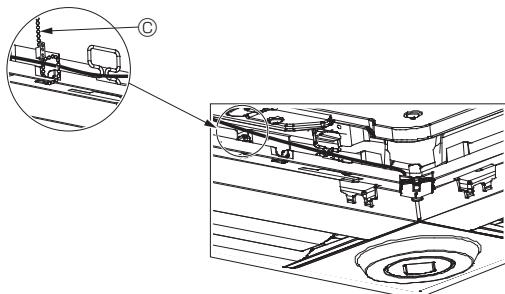

Fig. 10-12
- i-see-Sensor- und Signalempfänger-Kabel mit dem Kabelbinder so an der Platte sichern (siehe Abbildung), dass kein Kabel durchhängt und dann das überstehende Kabelbinderende abschneiden. (Fig. 10-12)
- Wenn die Position des i-see-Sensors von “○” (E) auf “□” (F) geändert worden ist, ebenfalls die Funktionseinstellungen ändern. (Siehe Seite 13.)